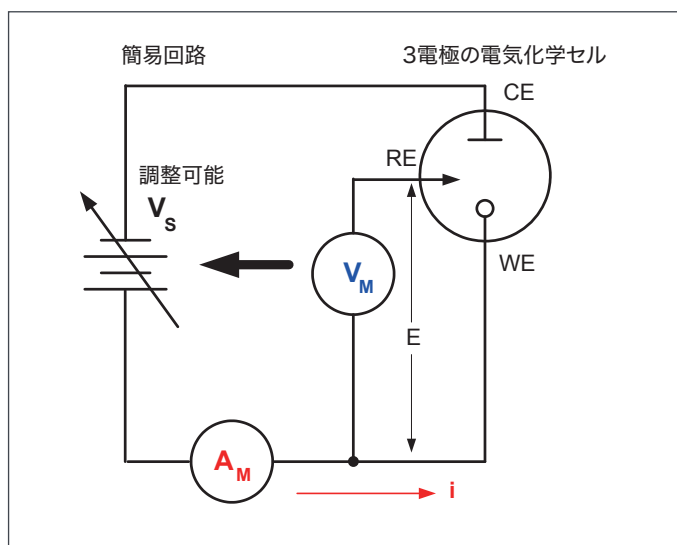

図1. サイクリック・ボルタンメトリのための簡易測定回路
サイクリック・ボルタンメトリ (Cyclic Voltammetry, CV) はポテンシャル・スイープ手法の一つであり、電気化学測定で一般的な測定技術であり、通常は3つの電極セルを使用します。図1に、電気化学セル、調整可能な電圧ソース ( $V_s$ )、電流計 ( $A_M$ )、電圧計 ( $V_M$ ) による代表的な電気化学測定回路を示します。電気化学セルには、作用電極 (WE)、参照電極 (RE)、対極 (CE) の3つの電極があります。電位スキャンのための電圧ソース ( $V_s$ ) は、WEとCE間に印加されます。REとWE間の電位 ( $E$ ) は電圧計で測定し、REに対してWEの電位が保たれるように全体の電圧 ( $V_s$ ) を調整します。WEを流れる電流 ( $i$ ) は、電流計 ( $A_M$ ) で測定します。